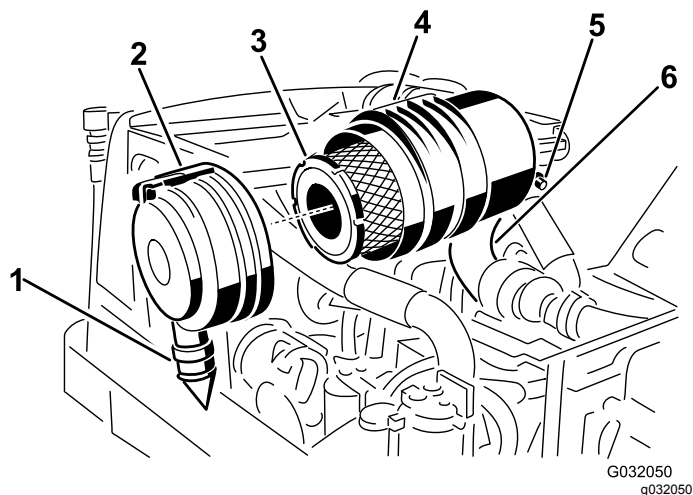

Рисунок 44
- Снимите фильтр грубой очистки (Рисунок 44).
- Замените фильтр грубой очистки (Рисунок 44).
- Установите крышку так, чтобы резиновый выпускной клапан находился в нижнем положении — примерно между «5 и 7 часами» при взгляде с торца, и зафиксируйте защелку (Рисунок 44).